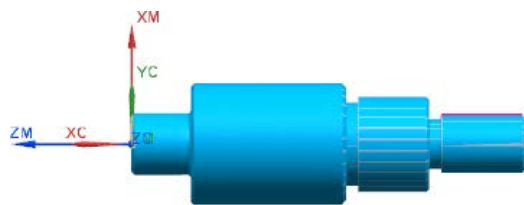

图 9.37 3D 仿真结果
Step3. 在“刀轨可视化”对话框中单击 **3D 动态** 选项卡, 采用系统默认参数设置值, 调整动画速度后单击“播放”按钮 , 即可观察到 3D 动态仿真加工, 加工后结果如图 9.37 所示。